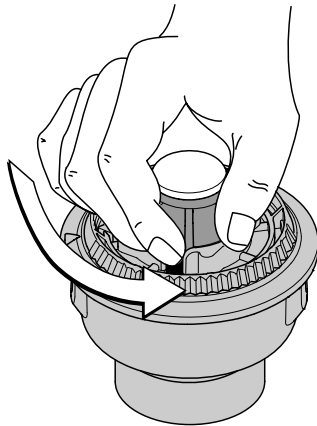

Fig. 24
1. Sostenga la bobina exterior y desenrosque la perilla percusiva en sentido antihorario (Fig. 24).